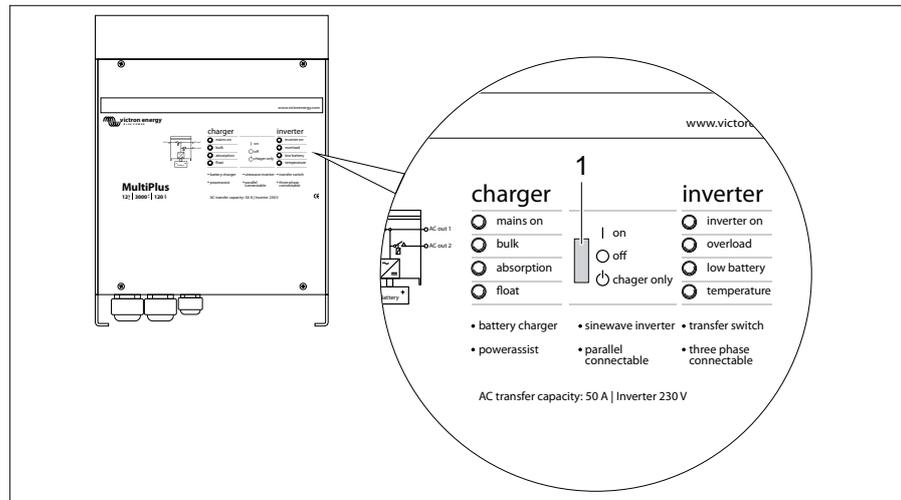

Bild 225 Wechselrichter MultiPlus
Zur ordnungsgemäßen Funktion des Digital Multi Control Panels muss der Kippschalter am Wechselrichter MultiPlus (Bild 225,1) auf "on" stehen.
#### Stellungen des Kippschalters (Bild 225,1)
- ▷ Liegt kein 230-V-Anschluss an und das Fahrzeug wird länger nicht benutzt, muss der Kippschalter (Bild 225, 1) auf "off" stehen. Ansonsten kann es sein, dass die Batterien nach spätestens 3-4 Tagen leer sind.